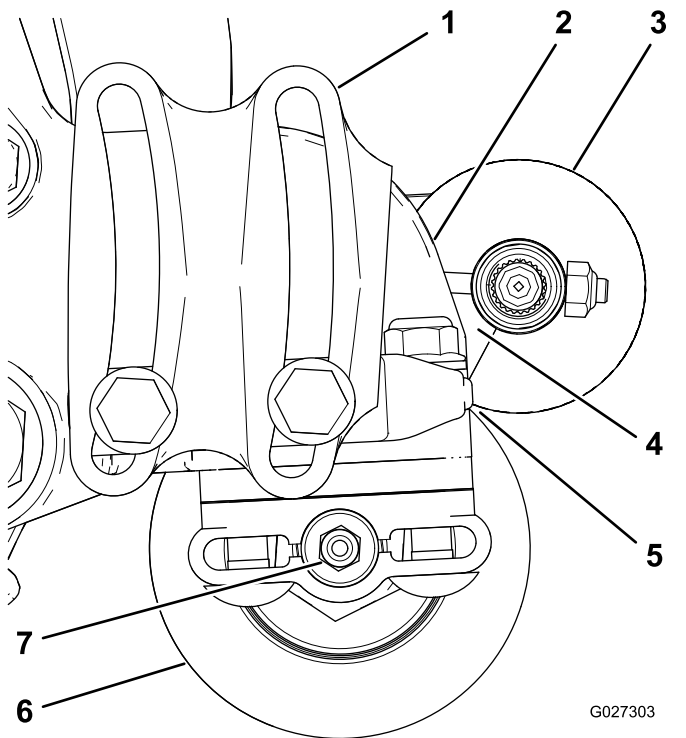

Figura 12
- Coloque el cepillo del rodillo de manera que apenas toque o descansa sobre el rodillo trasero (Figura 12).